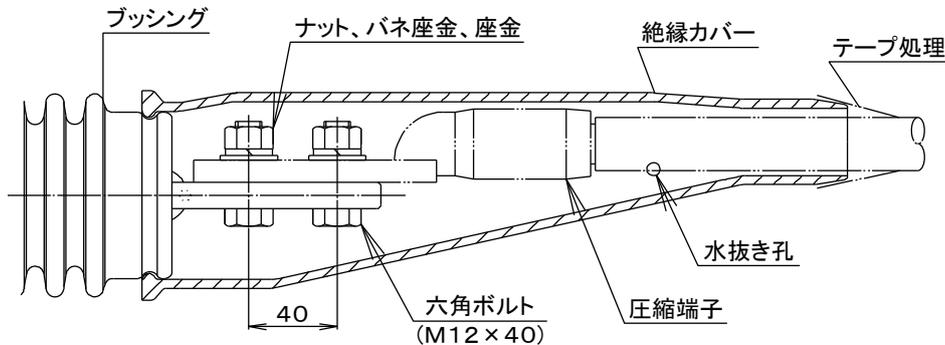

図9
- ①電源側、負荷側を逆に接続しますと、自構内の地絡事故で動作せず他需要家の地絡事故で不必要動作を起こします。
- ②圧縮端子が接続できるスタッド方式で、孔数および寸法は図9のとおりです。六角ボルト・ナット・バネ座金・座金および端子カバーを付属しています。
- ③なお、圧縮端子6個はお客様でご用意ください。
- ④端子カバーは水抜き孔が下方となるように装着してください。